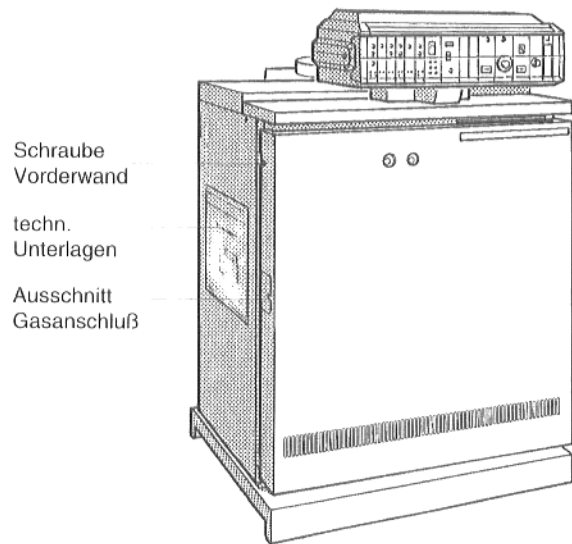

Abb. 37: G324 XZ
- Befindet sich der Gasanschluß an der Kesselseite, an der der Ausschnitt für den Gasanschluß in der Vorderwand abgedeckt ist, Abdeckung abschrauben und an der anderen Seite wieder anschrauben (Abb. 37).
- Sicherungsschrauben oben seitlich links und rechts in Vorderwand eindrehen (Abb. 37).
- Sichttasche mit den technischen Unterlagen mit zwei beiliegenden Schrauben an der Seitenwand befestigen, an der sie am besten sichtbar ist (Abb. 37).